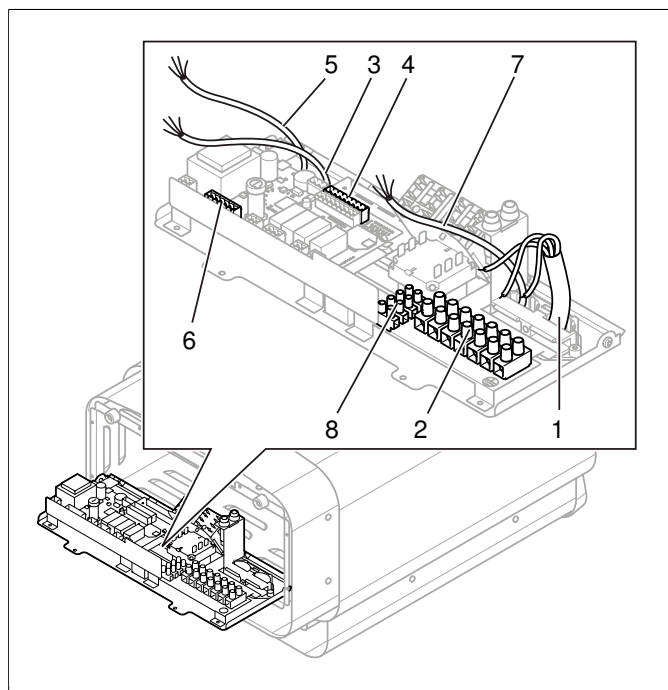
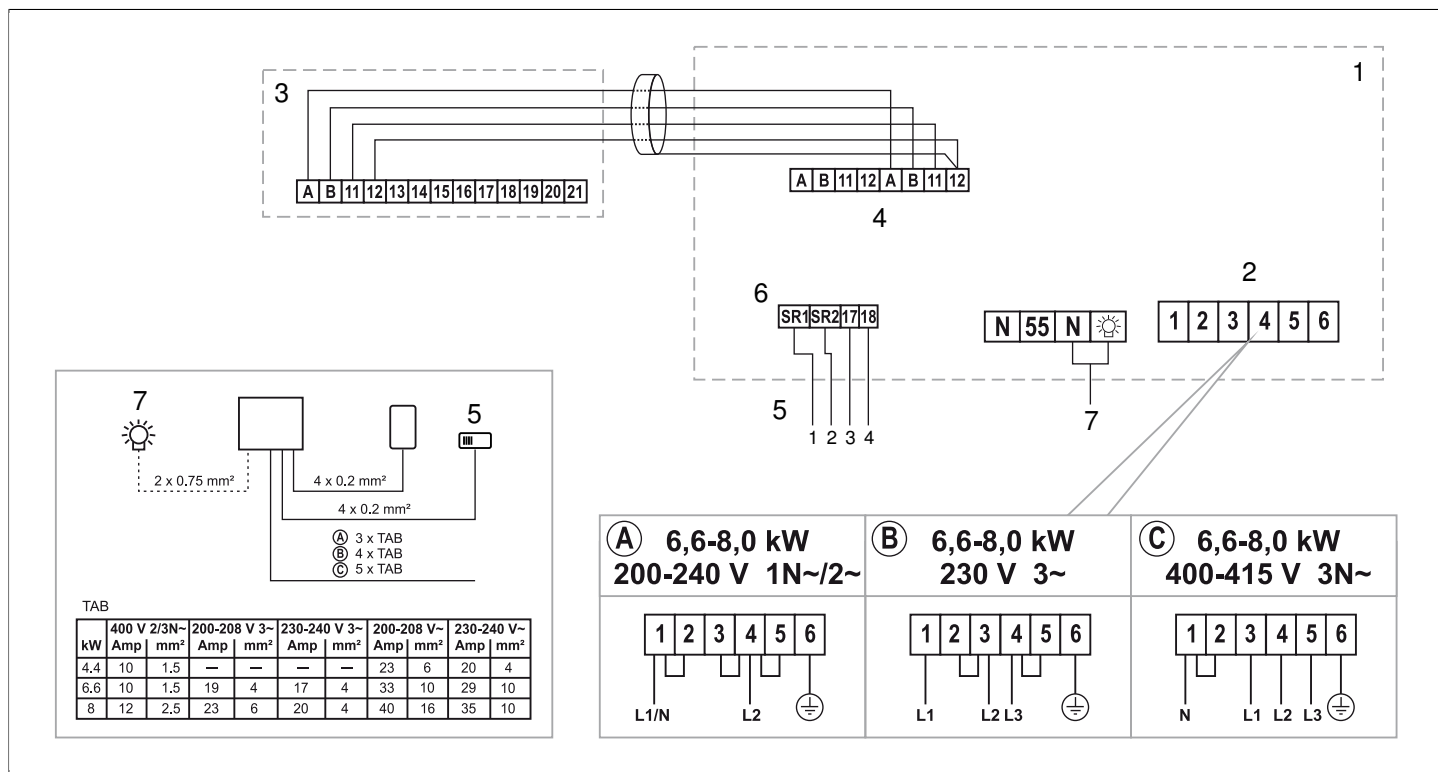

Рисунок 9: Монтажная плата
Рисунок 19: Схема соединений
Подключите провод (1) к соединению (2) (см. **Рисунок 9**, страница 5) согласно схеме соединений (см. Раздел **Подключение/Схема соединений**, страница 9).
4. Подключите кабель панели управления (3) к клеммного соединения(4) (см. **Рисунок 9**, страница 5) в соответствии с схемой соединений (см. Раздел **Подключение/Схема соединений**, страница 9).
5. Подключите кабель датчика (5) в клеммном соединении (6) (см. Раздел **Подключение/Схема соединений**, страница 9) в соответствии с схемой соединений (см. Раздел **Подключение/Схема соединений**, страница 9).
6. Подключите провод к соединению (7) см. **Рисунок 9**, страница 5 к клеммнику (8) согласно схеме соединений **Рисунок 19**, страница 9.
При подключении к источникам напряжения или при ином числе фаз (если это не указано в **Рисунок 19**, страница 9 свяжитесь с технической службой TyLö.